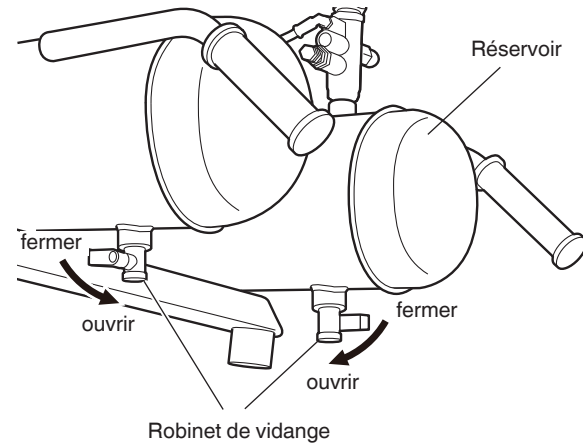

Fig. 12
- B) Ouvrez progressivement le robinet de purge et purgez tout l'air présent dans le réservoir pour prévenir la corrosion à l'intérieur du réservoir. (Fig.12).
Vidanger le réservoir tous les jours ou toutes les 4 heures d'utilisation. Ouvrir le robinet de vidange et incliner le compresseur pour vider l'eau qui s'est accumulée (Voir Fig. 12).